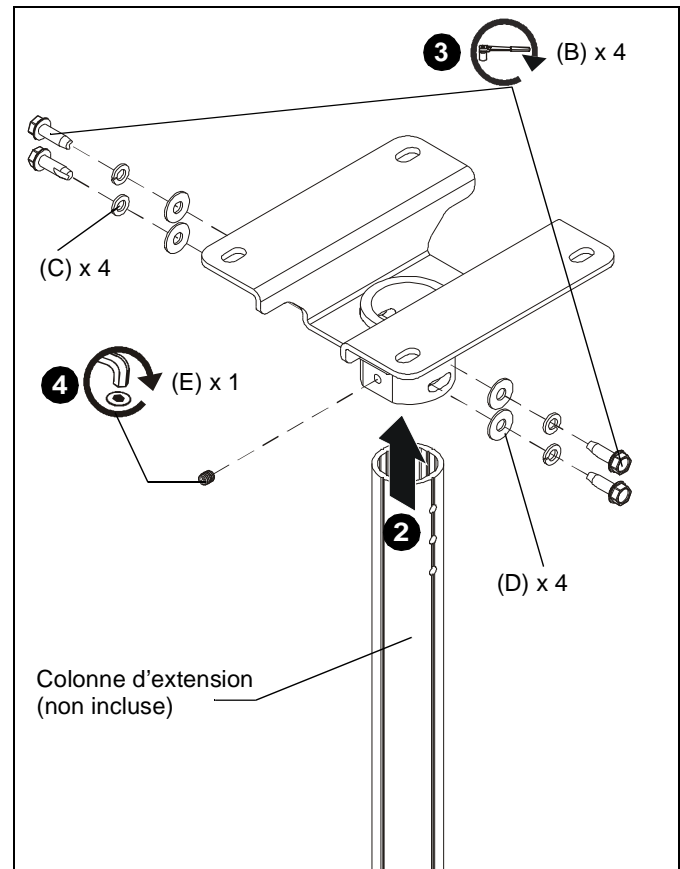

Figure 4
3. Fixez la colonne d'extension au CPA330 à l'aide de quatre vis autotaraudeuses à tête hexagonale 5/16-16 x 1" (B), quatre rondelles frein fendues 5/16" (C) et quatre rondelles plates 5/16" (D) dans les trous de la colonne d'extension. (Voir la Figure 4)
4. Installez une vis de calage de 5/16" x 1/2" (E) dans le trou fileté en serrant fermement contre la colonne.